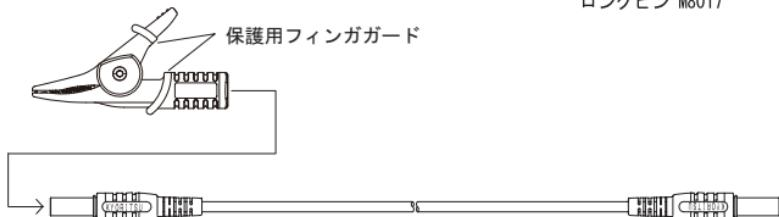

Fig. 4
(1) Fig. 4 中①をねじり、①と先端のピンを取り外します。
(2) 取り外したピンとロングピンを交換し、①をねじ込んで締めます。